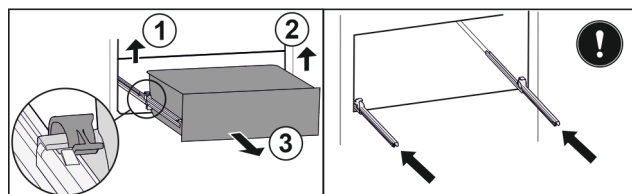

Fig. 177
- Zvedněte levou svorku a současně vytáhněte zásuvku vlevo dopředu. Fig. 177 (1)
- Zvedněte pravou svorku a současně vytáhněte zásuvku vpravo dopředu. Fig. 177 (2)
- Vyjměte zásuvku dopředu. Fig. 177 (3)